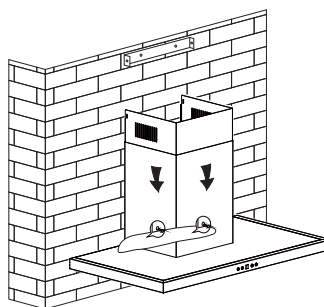

Fig. 5
- Posez les 2 cheminées sur la hotte (fig. 5).